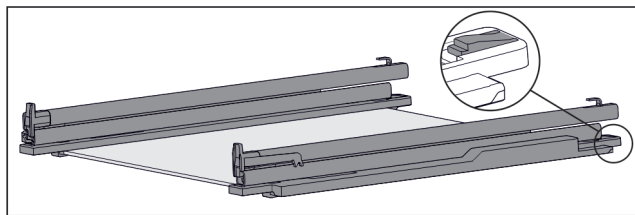

Fig. 132 Skleněná deska s kolejničkami a přídržnými díly
- Přídržný díl vzadu stlačte dolů (viz Fig. 132) a současně zasuněte kolejničku dozadu.